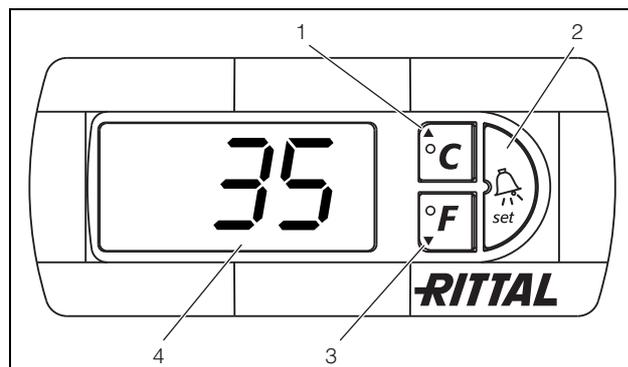

Рис. 28: Комфортный контроллер
Вентиляторы компрессора и конденсатора управляются комфортным контроллером. Комфортный контроллер оснащен 7-сегментным дисплеем (рис. 28, № 4). На нем в течении ок. 2 сек. после включения отображается текущая версия ПО, затем значение предустановленного параметра (напр. t10) или температура. В нормальном режиме работы дисплей отображает температуру (в градусах Цельсия или градусах Фаренгейта) и сообщения об ошибках. Актуальная температура внутри шкафа обычно отображается на дисплее непрерывно. Сообщения об ошибках отображаются поочередно с актуальной температурой. Программирование агрегата производится кнопками 1 – 3 (рис. 28). Параметры программирования также отображаются на дисплее.
- Нажмите одновременно кнопки 1 и 2 (рис. 28) и удерживайте минимум
Кнопки 1, 2 и 3 (рис. 28) позволяют изменять 24 параметра в заданных диапазонах (мин. значение, макс. значение).